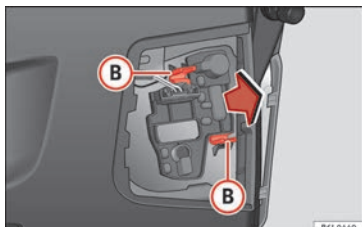

Fig. 201 Desmontaje del portalámparas.
- Desmonte el portalámparas presionando los clips de sujeción **(B)** » **fig. 201** y extrayéndolo hacia afuera.